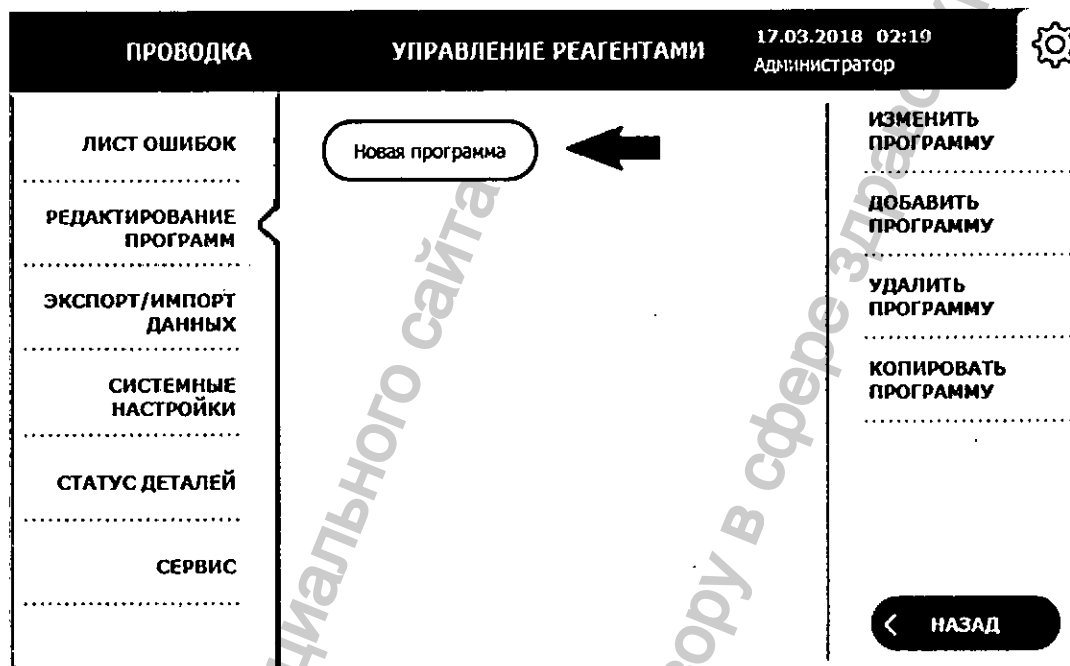

Рисунок 3.22. Выбор исходной программы для копирования
1. В списке программ выберите программу, которую требуется скопировать (рисунок 3.22).